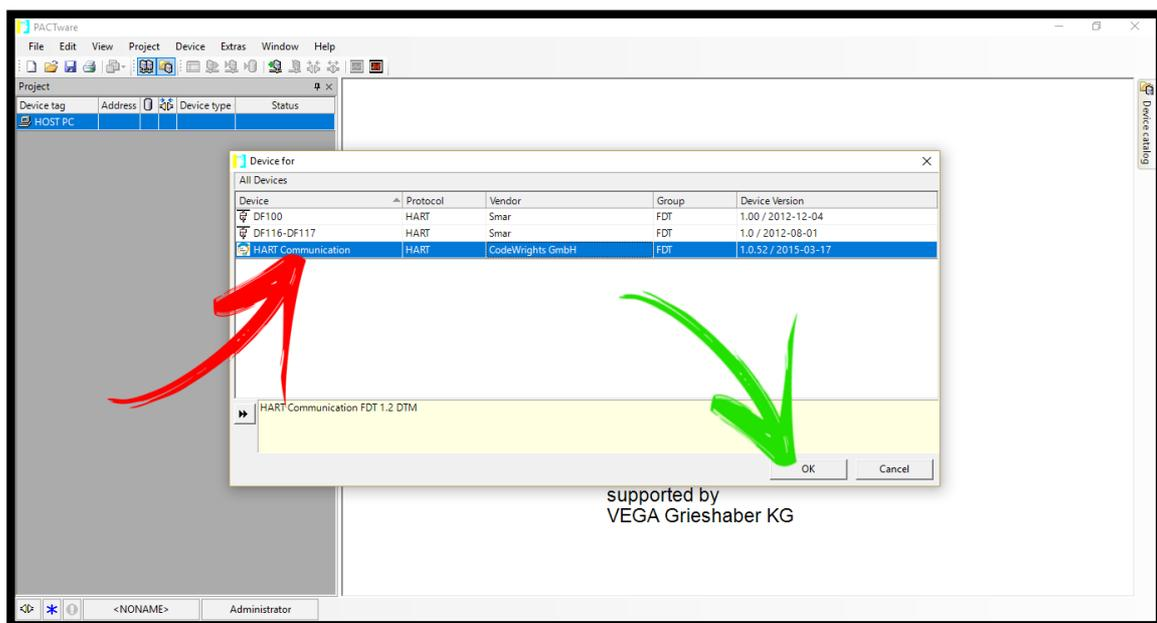

Figura 8:
- b. Na figura 8 o indicador vermelho mostra as árvores de parametrizações e configurações.